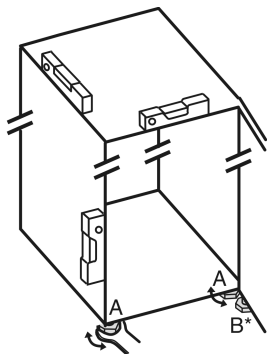

Fig. 6
- ▶ Seřizovací nožky Fig. 6 (A) vyšroubujte pomocí příloženého vidlicového klíče a pomocí vodováhy, dokud nebude spotřebič pevně vyrovnáný.
- ▶ Seřizovací nožku Fig. 6 (B) na stojanu ložiska vytácejte pomocí příloženého vidlicového klíče, až dosedne na zem.
- ▶ Seřizovací nožku Fig. 6 (B) otáčejte dál o 90°.